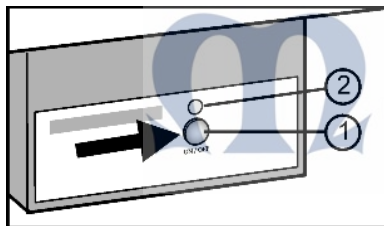

Fig. 11
- Stiskněte tlačítko On/Off Fig. 11 (1), až se rozsvítí LED Fig. 11 (2).